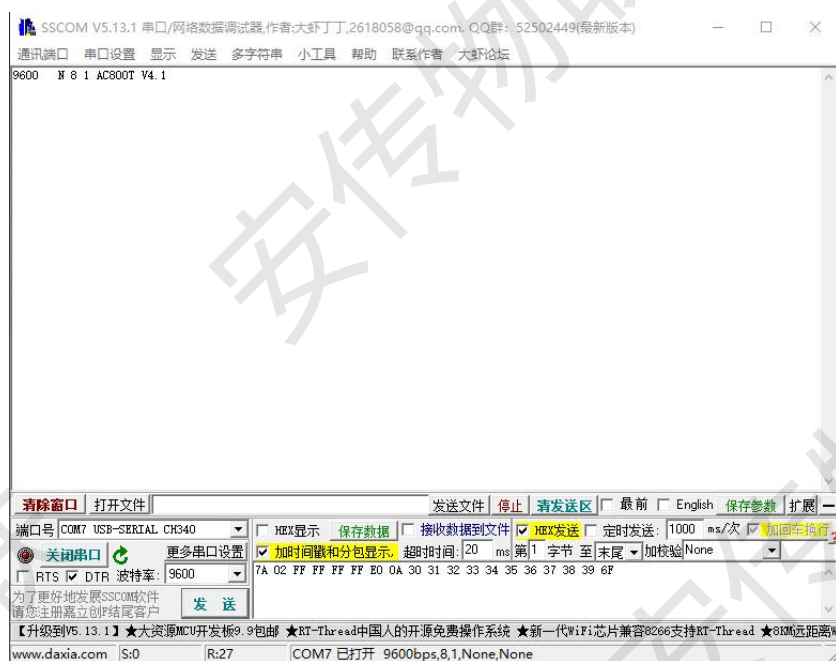

图 8.3.1 用串口调试助手获取模块当前串口参数
1、先确认模块的串口参数，可通过串口调试助手来获取模块串口参数。方法是打开串口调试助手，选择对应端口号，端口参数设置成9600bps、无校验、8位数据位、1位停止位，连接模块，通电瞬间会把模块当前的串口参数发出，在调试助手上显示出来。如图8.3.1所示：